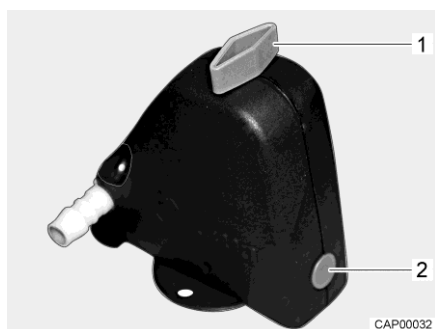
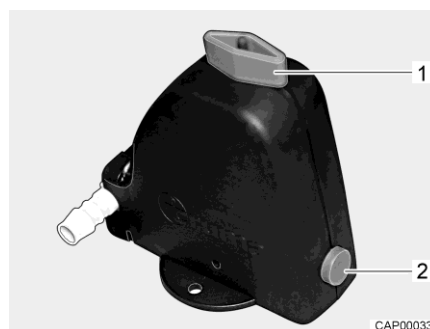

Fig. 125 Valvola di sicurezza/di scarico chiusa
Fig. 126 Valvola di sicurezza/di scarico aperta
- Aprire la valvola di sicurezza/di scarico (Fig. 125). A tal fine ruotare la manopola (Fig. 125,1) nel senso della lunghezza della valvola di sicurezza/di scarico. Il bottone automatico (Fig. 125,2) scatta all'infuori. La valvola di sicurezza/di scarico aperta è rappresentata in Fig. 126.